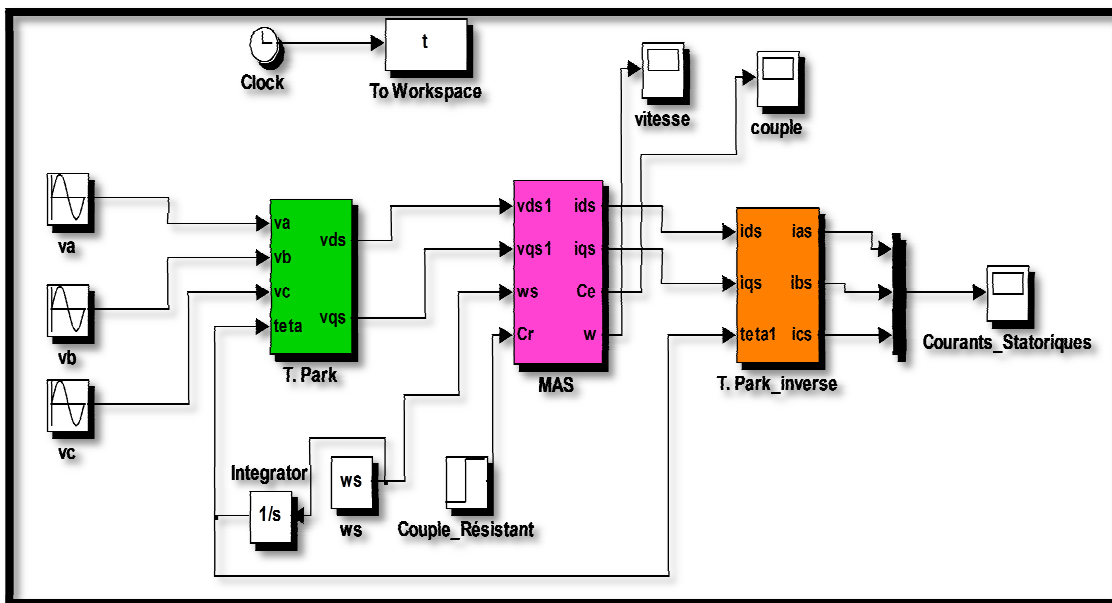

Fig.1 Simulation du démarrage direct de la MAS.
- 2- Réalisez les transformations de Park directe et inverse du réseau d'alimentation pour l'appliquer au schéma fonctionnel du moteur (Fig.1) et calculez l'angle θ_s par intégration de ω_s .